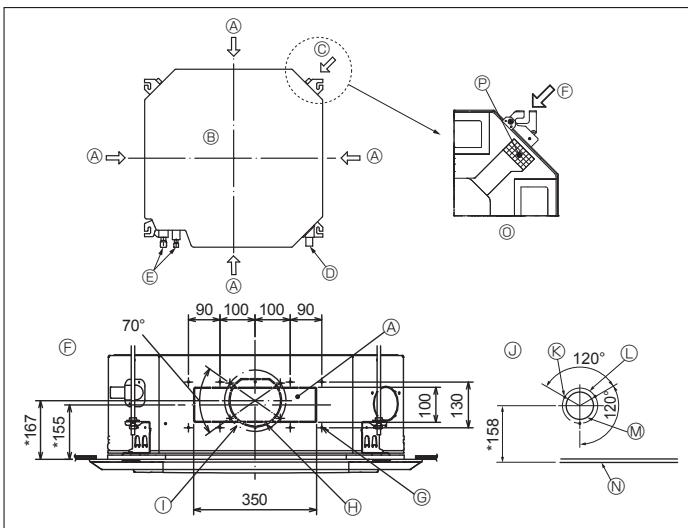

Fig. 3-4
3.4. Åbning til forgreningskanal og åbning til friskluftsindtag (Fig. 3-4)
Når enheden monteres, bruges kanalåbningerne (udsækringer) placeret som vist i Fig. 3-4 når og hvis behovet opstår.